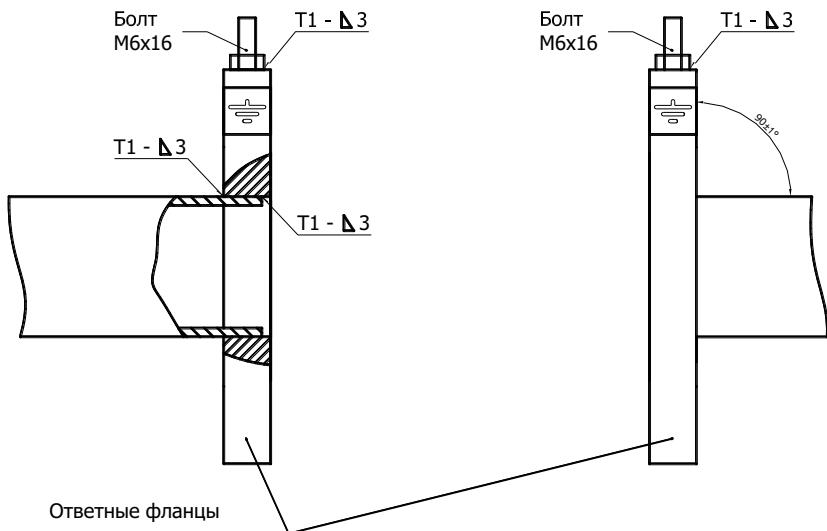

Рис. 8.5
8.3.4 К прямолинейным участкам трубопровода приварить фланцы в соответствии с ГОСТ12820-80, при этом угол между осью трубопровода и плоскостью фланца должен быть $90\pm1^\circ$. Фланцы следует приваривать таким образом, чтобы после установки расходомера (ППР) ось электродов ППР лежала в горизонтальной плоскости (допустимое отклонение от линии горизонта $\pm 10^\circ$). При монтаже ответных фланцев необходимо приварить болт заземления к верхней части монтируемого фланца (см. рис. 8.5).
ВНИМАНИЕ!!! На датчики расхода, монтаж которых выполнен с нарушением требований ГОСТ 12820-80 (соединение труба-фланец), гарантийные обязательства не распространяются (см. Рис. 8.5а).
Рис.8.5а